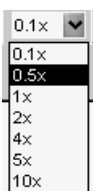

Рис. 2.24
3. По умолчанию размер сетки топологии равен 0.1 мм. Уменьшим этот размер до 0.05. Для этого щёлкните левой кнопкой мышки по полю ввода **Grid Spacing** (Интервал сетки) на панели инструментов и введите в это поле 0.5x, щёлкнув по кнопке в правом конце поля (рис. 2.24).